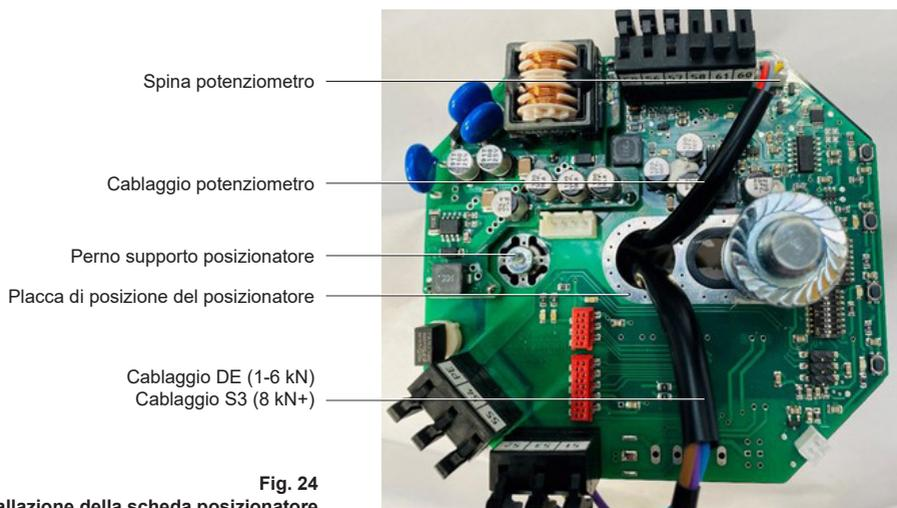
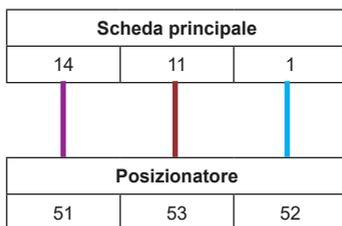
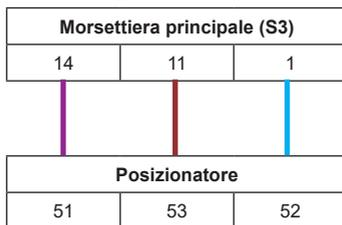

Fig. 24
Fig. 25 Schema morsettiera per l'installazione del posizionatore (1– 6 kN)
Fig. 26 Schema morsettiera per l'installazione del posizionatore (8 kN+)
- 1 - 6 kN: Collegare il cablaggio DE (orientamento illustrato nella Fig. 24) come indicato nella Fig. 25 "Schema morsettiera per l'installazione del posizionatore (1 - 6 kN)"
- 8 kN+: Collegare le anime del cablaggio del potenziometro alla barra principale della morsettieria (Fig. 26) e collegare la spina e la presa del potenziometro sulla scheda posizionale facendo riferimento alla Fig. 24 "Installazione della scheda posizionale". Il cablaggio del potenziometro deve essere inserito attraverso il centro della scheda posizionale come illustrato
- 8 kN+: Collegare il cablaggio DE, come indicato nella Fig. 26 "Schema morsettieria per l'installazione del posizionale (8+)"